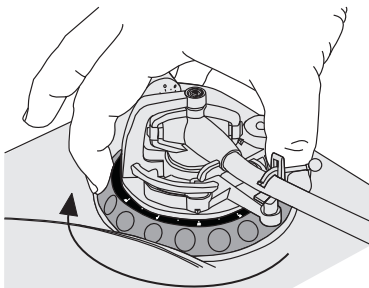

Abb. 10: Höhe einstellen
- 2 Mit dem Justierring lässt sich das Tonarmlager im Bereich der Skala um bis zu 6 mm anheben; die Grundeinstellung ist 0 mm (Abb. 10).